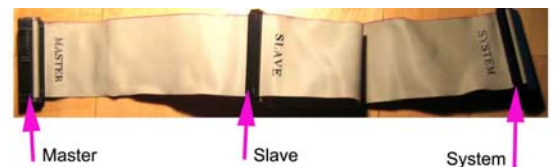

Abbildung 82: Flachbandkabel
1. Flachbandkabeln: IDE-Laufwerke werden mit Flachbandkabeln, Abbildung 82, angeschlossen. An einem Kabel können (muss aber nicht) zwei Laufwerke angeschlossen werden. Der dritte Stecker (System) dient als Anschluss an das Motherboard. Des weiteren hat das Kabel eine rot markierte Kante, diese gibt den „Pin 1“ an. Dieser Pin wird benötigt, um das Flachbandkabel richtig herum einzusetzen.